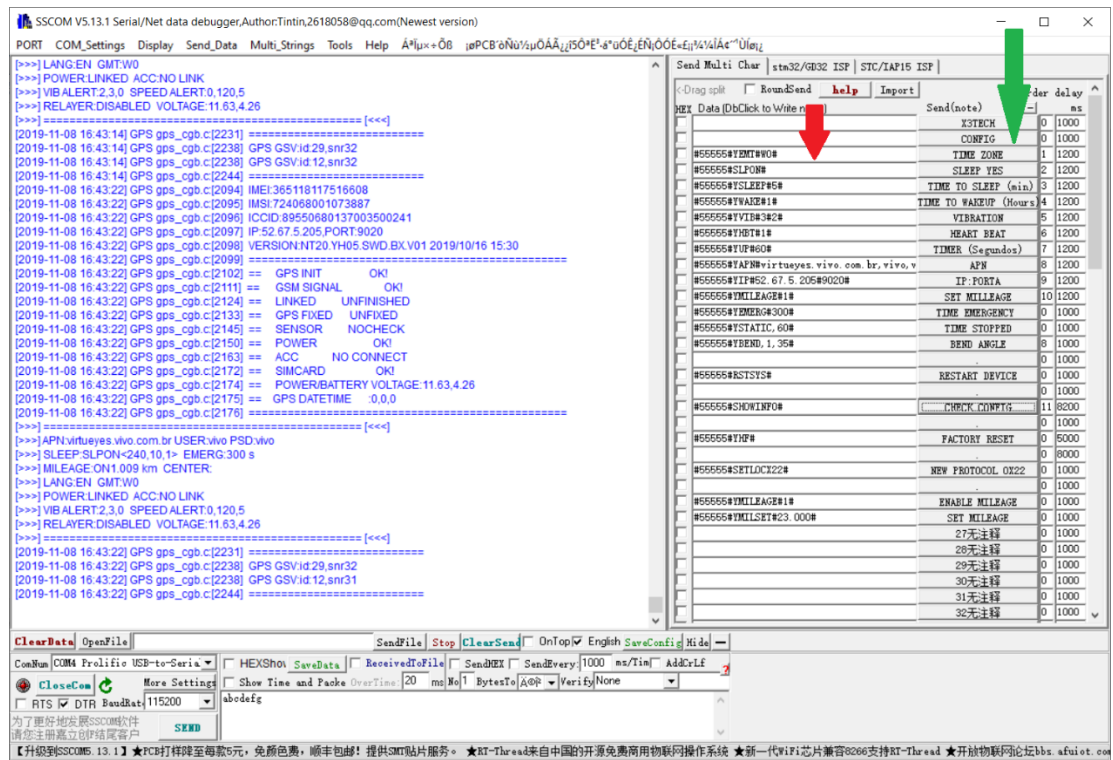

Figura 7 – Edit parameters and send to tracker
Passo 3: Selecione os parâmetros de configuração nas linhas seta vermelha e envie a configuração individualmente clicando nos ícones da seta verde, indicadas na figura 7.